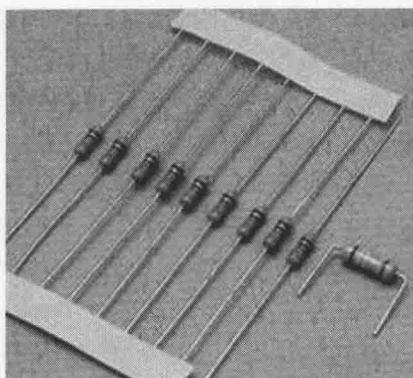

图 1-3 金属膜电阻
(2) 金属膜电阻(metal film resistor),常用符号 RJ 作为标志,其同样利用真空喷涂技术在瓷棒上面喷涂,只是将碳膜换成金属膜(如镍铬),并在金属膜车上螺旋纹做出不同阻值,并且于瓷棒两端镀上贵金属(图 1-3)。虽然它比碳膜电阻器贵,但低噪声、稳定、受温度影响小、精确度高成了它的优势,因此被广泛应用于高级音响器材、电脑、仪表、国